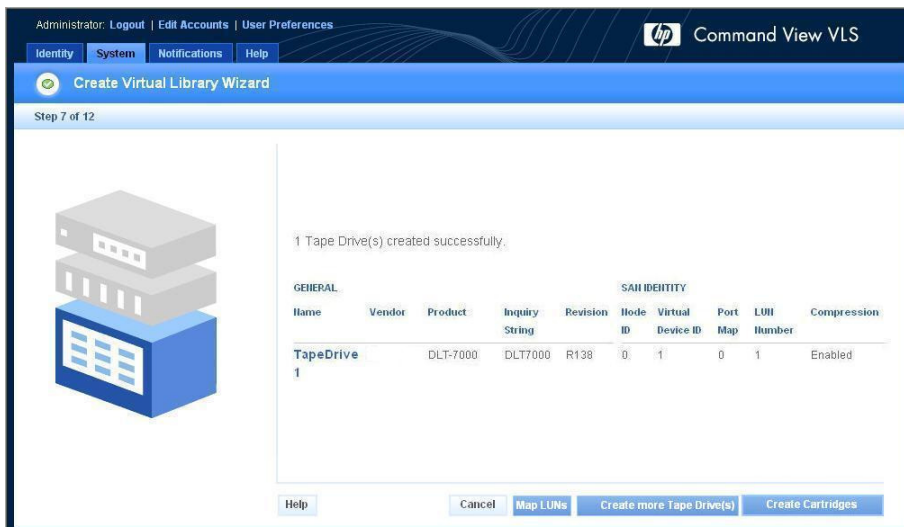

図 51. [Create Virtual Library Wizard]ウィンドウ (7/12)
サマリー ウィンドウが表示され、作成したテープドライブに関する詳細情報が表示されます (図 51)。
1. [Create Library Wizard]ウィンドウ (図 51) がすでに表示されている場合、[Create Cartridges]ボタンをクリックします。